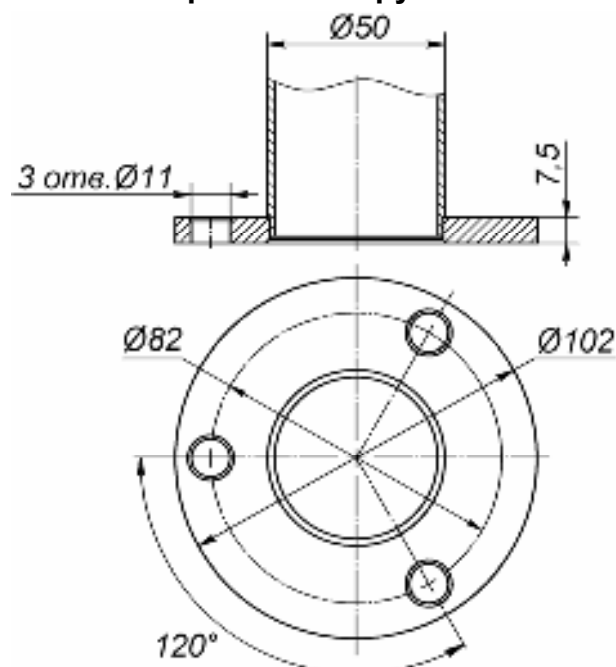

Рисунок 11. Расположение отверстий под анкерные болты во фланцах стоек
3. Поставьте первую стойку в необходимом месте на установочную поверхность таким образом, чтобы расположение патрубков соответствовало необходимому расположению поручней. Придерживая стойку, разметьте через отверстия для анкерных болтов во фланце (см. рис. 11) расположение трех отверстий под анкера на установочной поверхности. Положите стойку.
2. От центров разметьте точки крепления фланцев вертикальной и опорной стоек секции ограждения к установочной поверхности, как показано на рис. 11 и 13 – две группы по три отверстия $\varnothing 16 \times 65$ под анкеры.
2. От центров разметьте точки крепления фланцев стоек секции ограждения, как показано на рис. 11 и 13 – две группы по три отверстия Ø16×70 под анкеры.